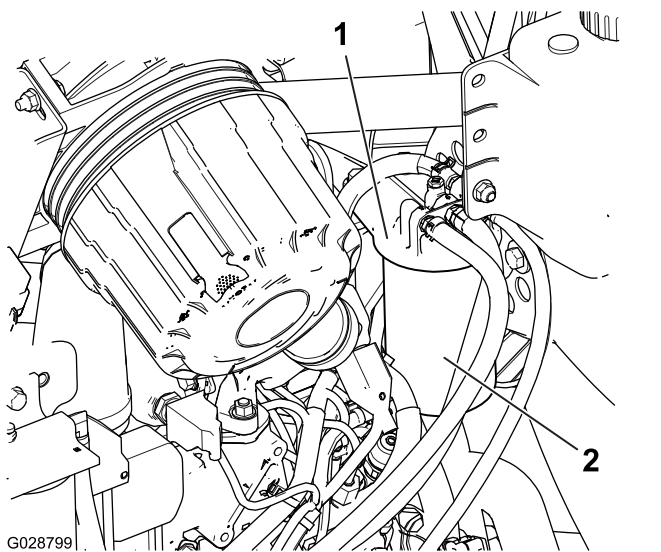

Figura 49
1. Limpie la zona alrededor de la cabeza del filtro de combustible (Figura 49).
2. Retire el filtro y limpie la superficie de montaje de la cabeza del filtro (Figura 49).